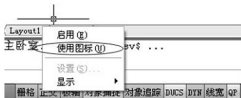

图 1.12 作图辅助工具开关按钮显示切换
- 将鼠标指针指向状态栏上的任何一个作图辅助工具开关按钮并右击,在弹出的快捷菜单中选择【使用图标】选项(如图 1.12 所示)后所有的作图辅助工具被切换到图标显示状态。